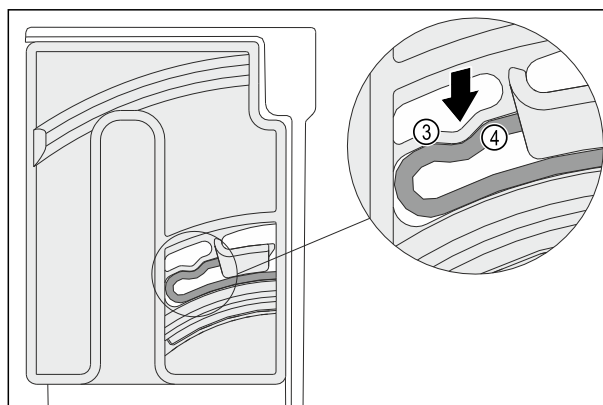

Fig. 120
- Elastisch element Fig. 120 (3) van de draai-eenheid vergrendelt hoorbaar in de ronde vorm van de rib Fig. 120 (4).